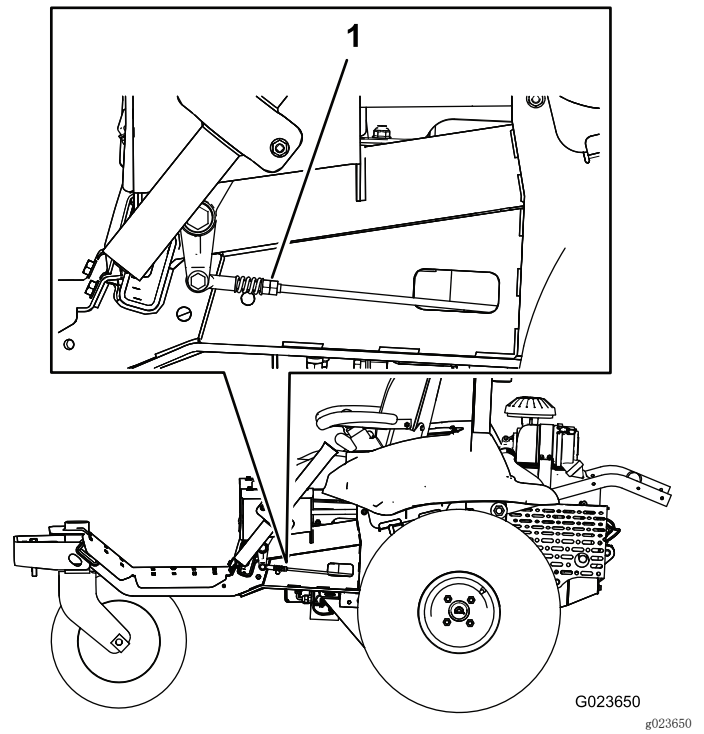

图61
- 在机器的一侧，缓慢转动连杆上的双螺母（图61），直到这一侧的车轮开始旋转，然后以相反的方向转动双螺母，直到车轮朝另一个方向旋转。